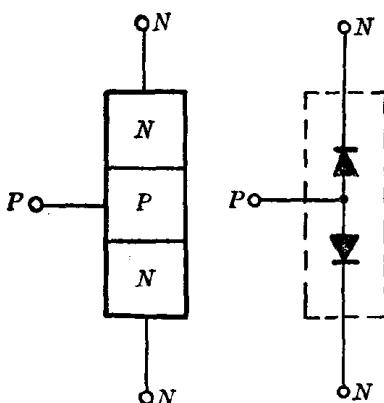

图 1.4-2
- (1) 结构(参看教材图 1.4-2、图 1.4-3)
从 PN 结的构成看来，三极管就象是两个对接的二极管，如图 1.4-2 所示。但两个二极管对接起来是没有放大作用的，因为三极管的基区须做得很薄，因此在三极管中的两个 PN 结紧密相连，一个 PN 结上出现的过程可以影响另一个结的工作，这是三极管和两个对接二极管的本质区别。因此三极管中处于反向偏置的集电结也能出现较大的电流，而这个电流又受处于正向偏置的发射结中的电流控制，从而完成电流放大作用。这是两个独立的